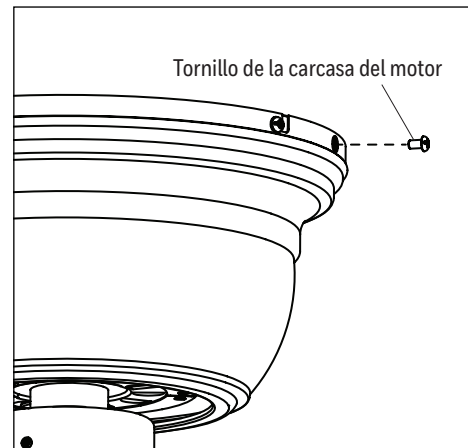

Figure 4.3
- Desplace la carcasa del motor sobre el motor, alineando los orificios ranurados de la carcasa del motor con los tornillos de montaje de la carcasa del motor aflojados en el soporte de montaje superior. Gire la carcasa del motor en dirección de las manecillas del reloj para asegurarla. Luego vuelva a colocar los dos tornillos de la carcasa del motor previamente retirados y apriete bien todos los tornillos (Figure 4.3).